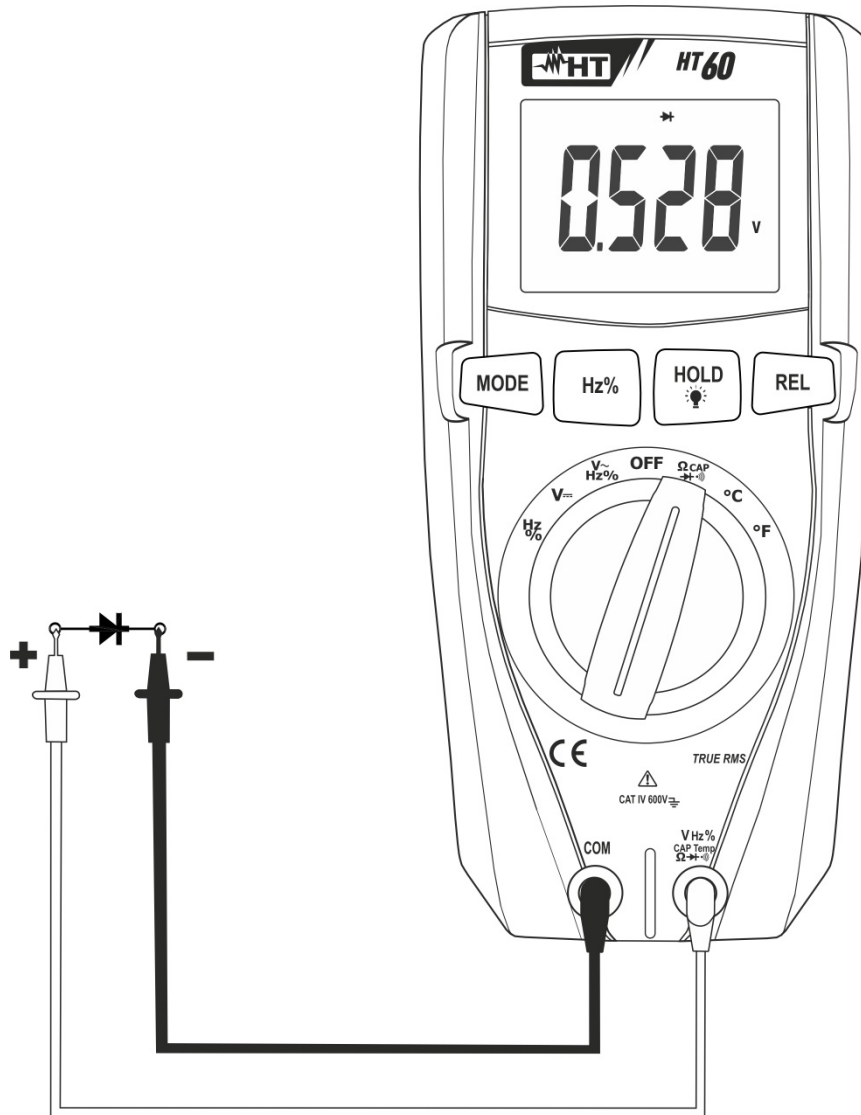

Abb. 5: Verwendung des Gerätes für Diodenprüfung
4. Verbinden Sie die Messleitungen mit den jeweiligen Enden der zu messenden Diode und achten Sie dabei auf die angegebene Polarität (siehe Fig. 5). Der Spannungsgrenzwert wird im Display angezeigt.